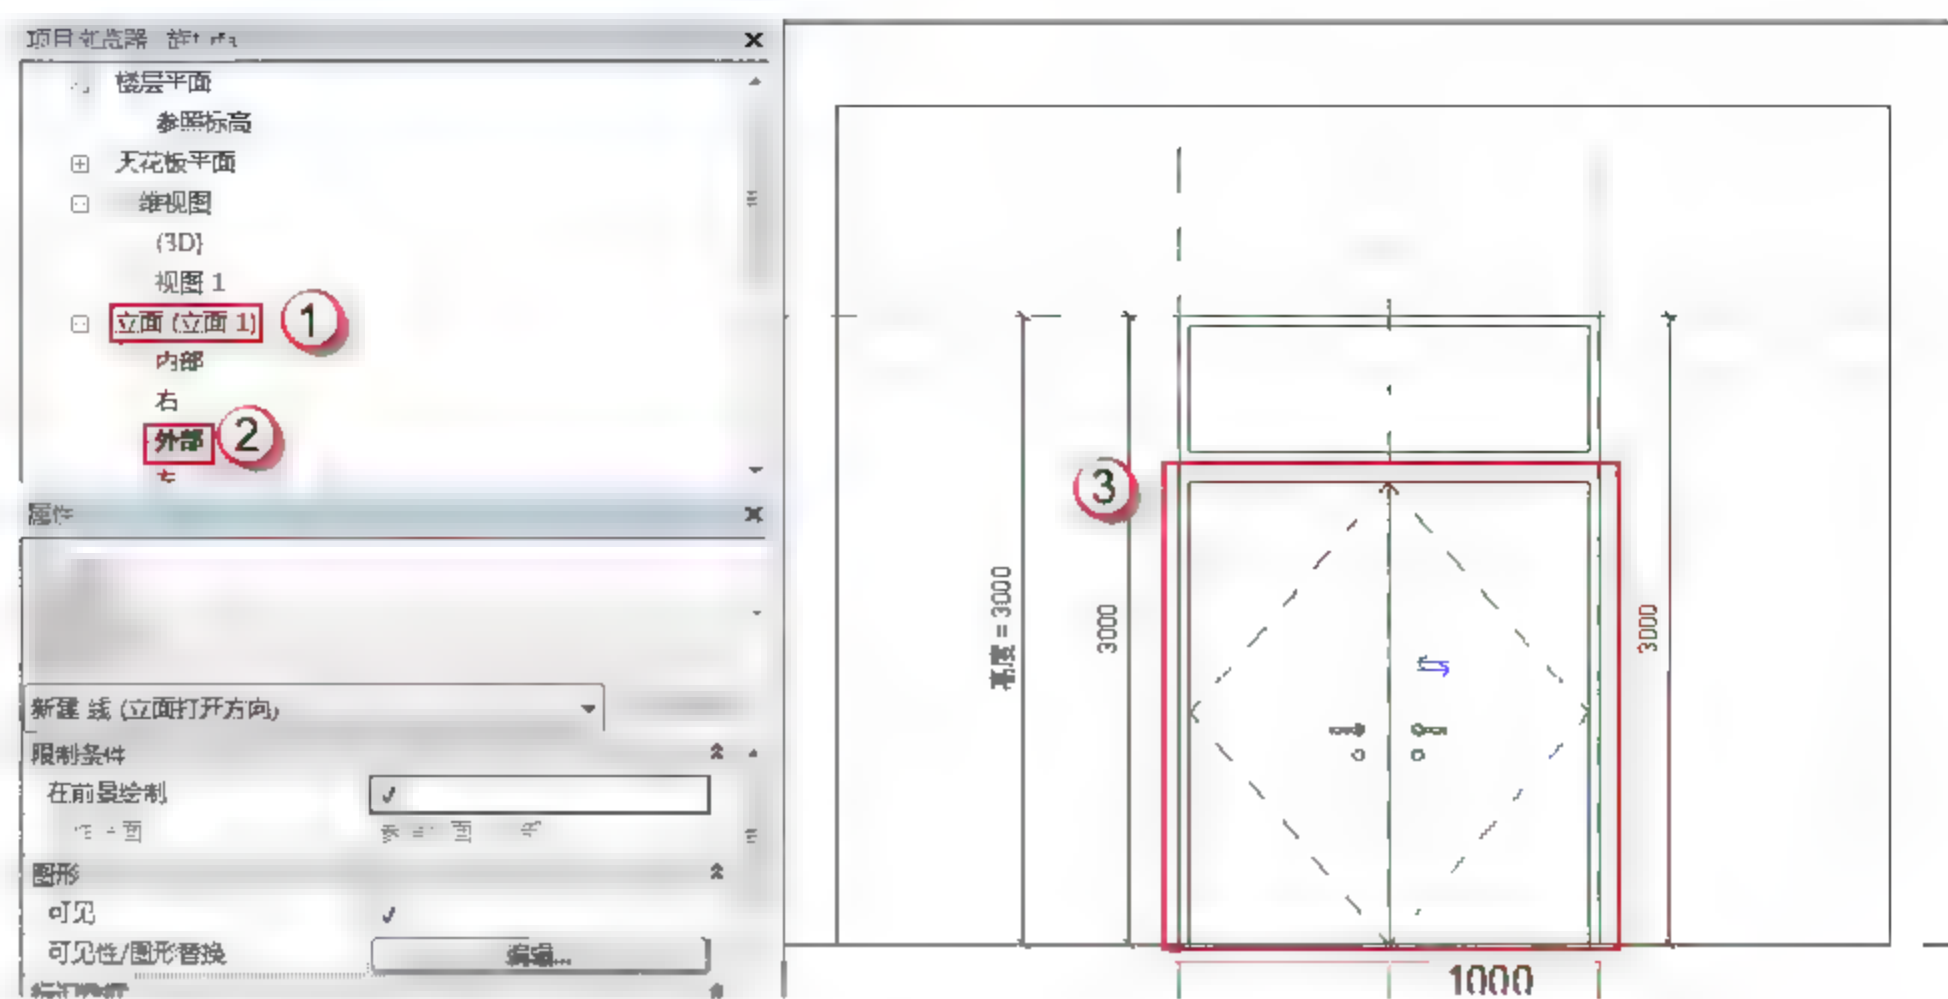

图 6.1.77 绘制双开门 M2030 的立面打开方向
(29) 绘制双开门 M2030 的立面打开方向。选择“项目浏览器”中的“立面(立面1)”→“外部”选项, 进入门的外部立面视图。选择菜单“注释”→“符号线”命令, 将“子类别”改为“立面打开方向(投影)”, 绘制如图 6.1.77 所示门的“打开方向”符号线。